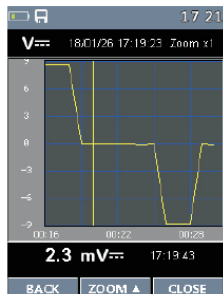

Fig138
- In het scherm Record View (opname bekijken) drukt u op ► of op ◀ om de cursor in de grafiek te bewegen. Om de zoom van de grafiek te activeren (Fig. 138) drukt u op ▲, dit zal de resolutie vergroten (symbool "Zoom Xy", y = max. afmeting van de zoom, verschijnt in de rechterbovenhoek van het scherm). U kunt 1x zoomen voor min. 10 meetpunten, 2x voor min. 20 meetpunten, 3x voor min. 40 meetpunten enz, tot max. 6 zoominstellingen.